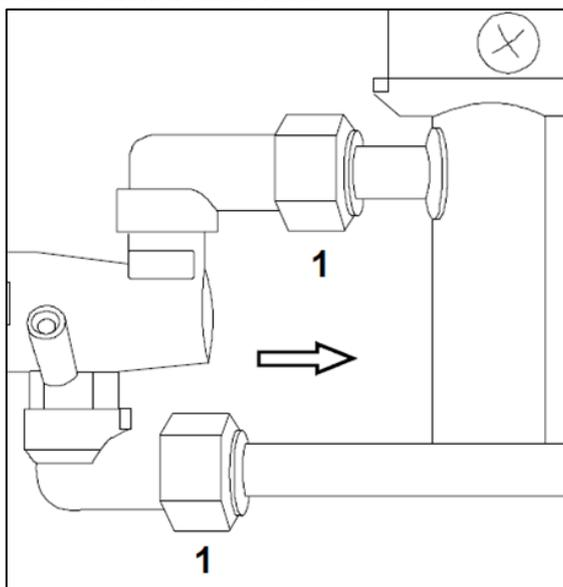

FIG.19
- Desenroscar el grifo de las respectivas juntas de conexión a los tubos del gas (FIG.19-Ref.1);